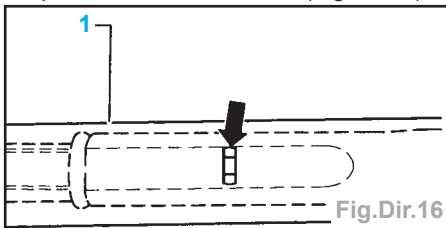

Fig.Dir.16
- Débloquer le ressort de sûreté (flèche) à travers l'orifice situé dans la partie inférieure du tuyau enveloppant (1) en tapant doucement dessus (Fig.Dir.16).